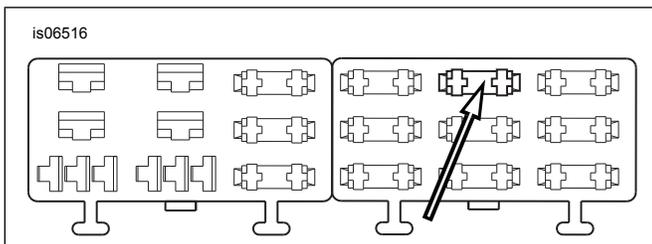

Abbildung 9. Sicherungsblockhohlraum „P&A IGN“ (Softtail-Modelle 2004 bis 2010)
4. Siehe Abbildung 9. Den als „P&A IGN“ ausgewiesenen Sicherungshohlraum (1) an der Sicherungsblockabdeckung im rechten Sicherungsblock ausfindig machen. Den Kontakt des orange/weißen Adapterkabels bis zum Anschlag einführen. An einem benachbarten, im Werk eingebauten Kontakt orientieren, um zu prüfen, ob der Kontakt richtig ausgerichtet und tief genug eingesetzt ist.